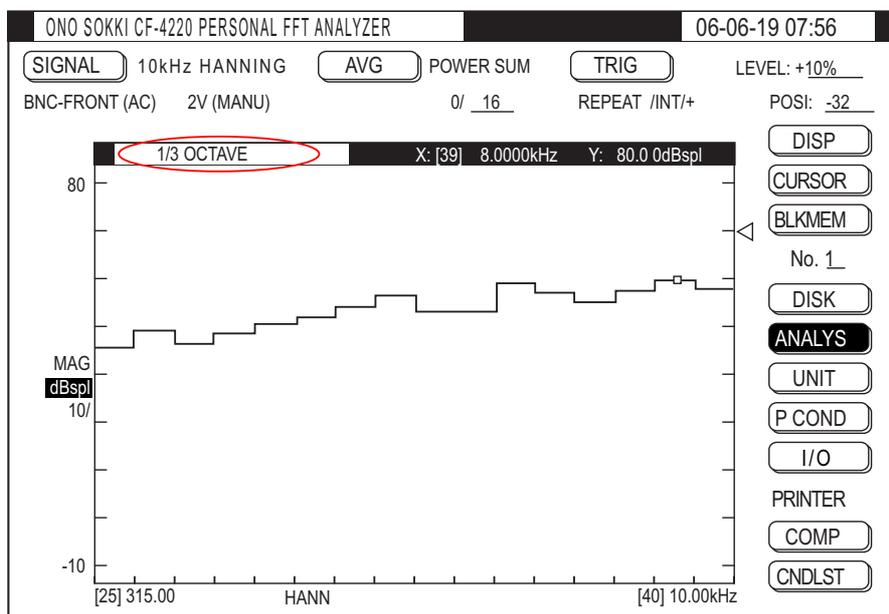

図 23
- (9-3) 1/1 オクターブ表示にするには図 23 のメニューアイテム【1/3OCTAVE】にジョグカーソルを合わせ、SELECT スイッチを押し、設定ページを開きます。「1/1OCTAVE」にジョグカーソルを合わせ、SELECT スイッチを押すと 1/1 オクターブ表示に変わります。1/3OCT 表示に戻すには、同設定ページで「1/3OCTAVE」にジョグカーソルを合わせ SELECT スイッチを押します。[1/3OCTAVE]が[1/1OCTAVE]に変わります。